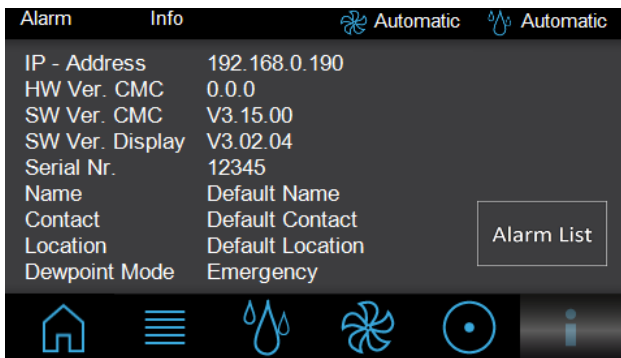

Abb. 92: Bildschirmseite „Info“
- Geben Sie die Seriennummer über die Tasten des Ziffernblocks ein. Die Seriennummer können Sie auf der Bildschirmseite „Info“ (Abb. 92) im Eintrag „Serial Nr.“ einsehen.